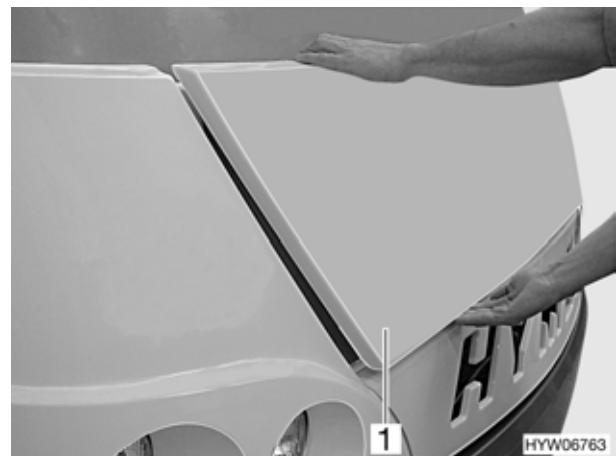

Fig. 16 Cofano motore (classe B)
- Afferrare con entrambe le mani il bordo superiore e quello inferiore del cofano motore (Fig. 16,1) in posizione diversa dal centro.